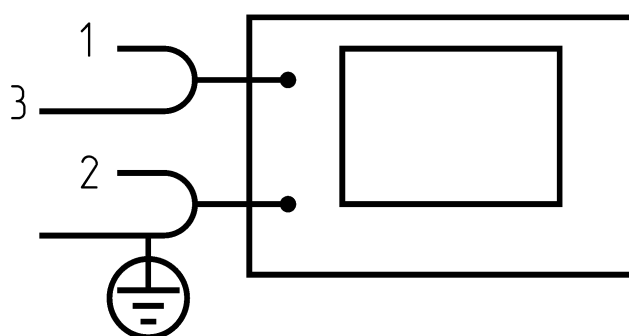

Рис.23
4. Измерить угол сдвига фаз φ между напряжением и током на входе цепи. Для этого подключить к цепи осциллограф согласно схеме рис.23. Значение φ записать в табл.10.